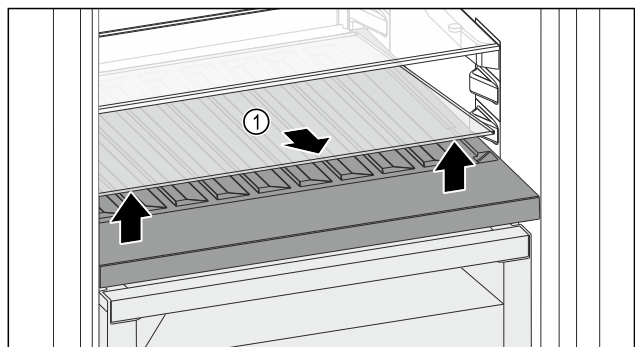

Fig. 116
- Sollevare il ripiano di vetro Fig. 116 (1) dall'incavo anteriore e rimuoverlo.
- Conservare il ripiano di vetro Fig. 116 (1) fuori dall'apparecchio in un luogo sicuro.